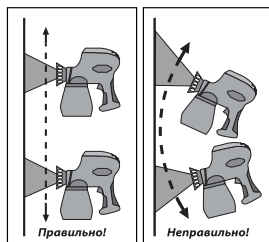

Рис. 2
2. Включите изделие нажав курок выключателя (2).
**Примечание!** Регулировка расхода материала зависит от степени нажатия на выключатель (2). Максимальный расход определяется регулятором (3).
3. Начните равномерно вести краскопульт вдоль окрашиваемой поверхности, держа его строго перпендикулярно. (Рис. 2, 3).
4. По окончании работы выключите изделие, отпустив курок выключателя (2). Отключите изделие от сети.